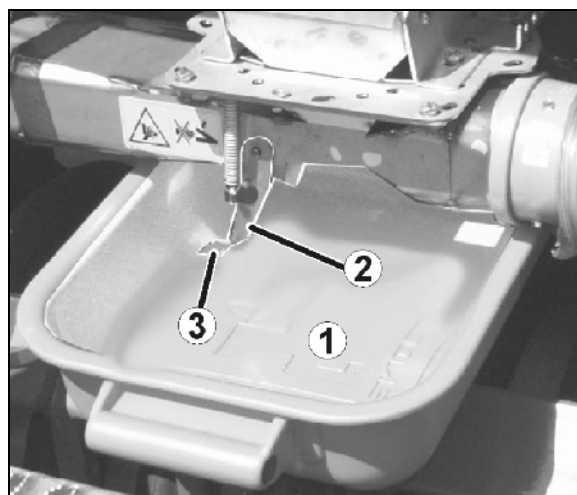
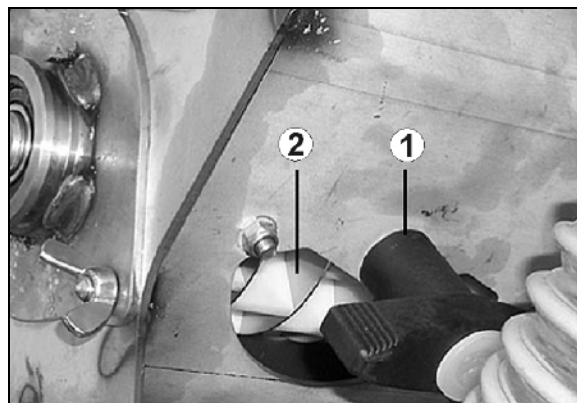

Fig. 152
Fig. 153
4. Sett dreietrauet (Fig. 152/1) under sågodsdosereren.
5. Åpne injektorsluseklaffen (Fig. 152/2) slik at resten av sågodset kan strømme til dreietrauet.
- Klemfare ved åpning og lukking av klaffene på injektorslusene (Fig. 152/2)!
- Du må bare ta i lasken (Fig. 152/3) på injektorsluseklaffen, ellers kan du skade deg når den fjærbelastede klaffen slår igjen.
6. Åpne resttømmeklaffen (Fig. 153/1) ved å dreie på grepet (Fig. 153/2).
12. Lukk forsiktig resttømmeklappen (Fig. 153/1) og injektorsluseklappen (Fig. 152/2), og fest dreietrauet på transportholderen.